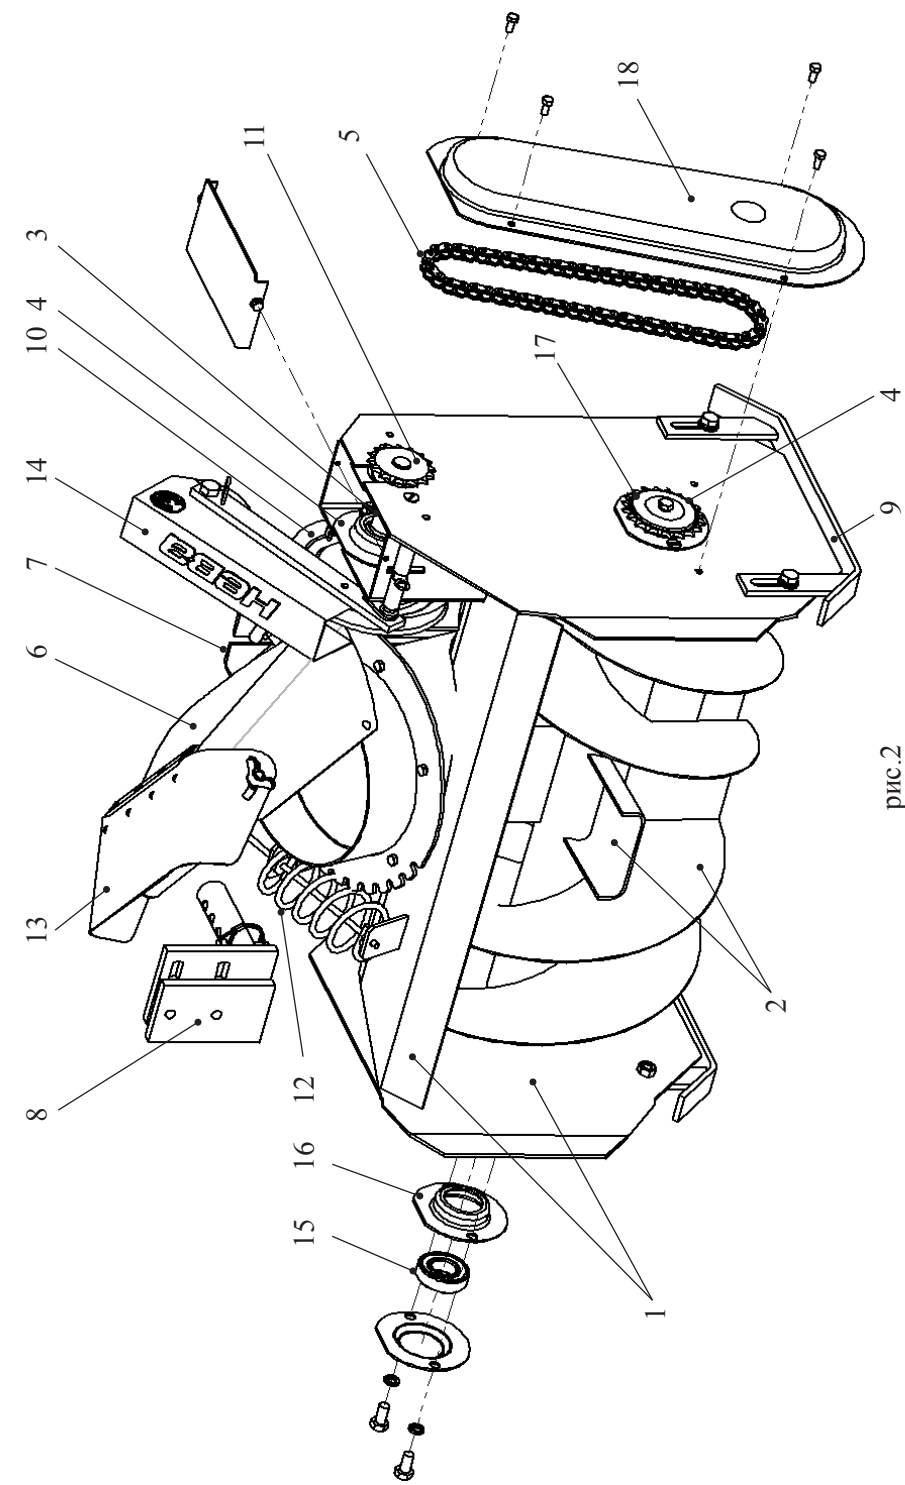

рис.2
Устройство снегоуборщика (рис.2)
Перед началом эксплуатации снегоуборщика после длительного хранения рекомендуется снять крышку (18) (рис.2) цепной передачи, удалить старую смазку и нанести на цепь и звездочки смазку Литол-24 или солидол Ж ГОСТ 1033-79.